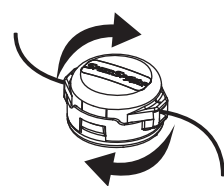

Fig. 19
La coupe décorative consiste à débayer la végétation autour des arbres, des bornes, des clôtures, etc. Tournez entièrement l'appareil de manière à ce que l'accessoire de coupe soit à un angle de 30° par rapport au sol (Fig. 19).
- Tenez le couvercle du dessus (celui avec les flèches) et tournez la tête de coupe dans le sens des aiguilles d'une montre pour embobiner la ligne sur la bobine jusqu'à ce qu'il ne reste plus que 12,7 cm (5 pouces) de ligne dépassant de chaque côté de la ligne de coupe. (Fig. 19)